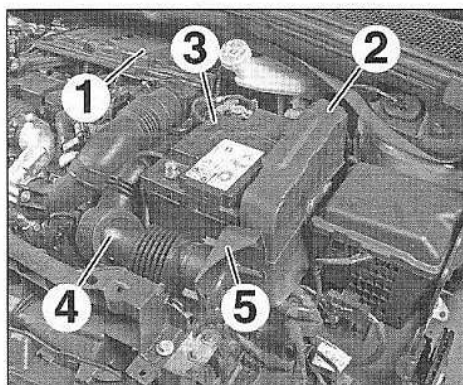

FIG.4
- l'ensemble débitmètre et boîtier filtre à air (1) (Fig.4),
- le calculateur de gestion moteur (2) (voir chapitre "Moteur"),
- la batterie (3),
- la canalisation d'air (4),
- le col d'entrée d'air (5),